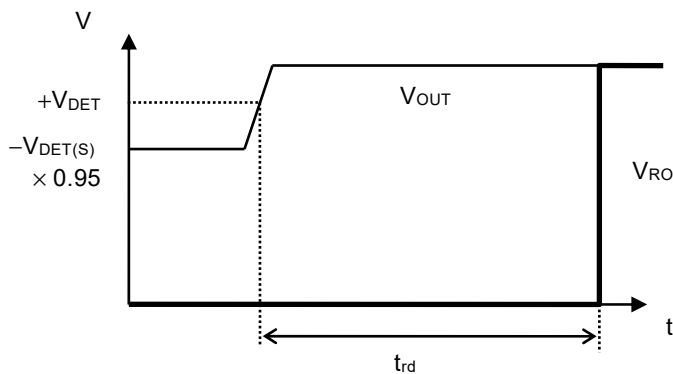

図5 解除遅延時間
*3. V_{OUT} が $+V_{\text{DET}}$ を越えてから実際にRO端子の出力が反転するまでの時間 (図5参照)。この値は解除遅延時間、監視時間調整コンデンサ (C_{DLY}) で変更可能です。